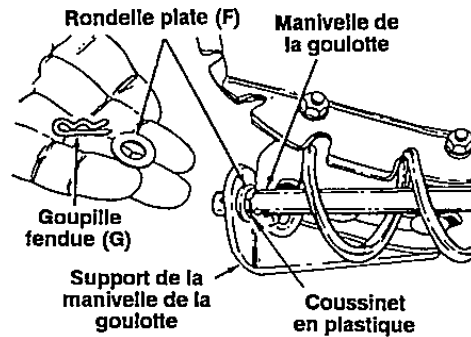

FIGURE 9
sur le support de la goulotte. Voir la figure 9. Remettez la rondelle plate (F) et maintenez-la avec la goupille fendue (G).
5. Les écrous à six pans du support de la manivelle de la goulotte étant desserrés, ajustez celui-ci (voir la figure 9) de manière que la partie hélicoïdale de la manivelle s'engrène bien avec les dents de la goulotte. Serrez les écrous sur le support de la manivelle. Serrez les écrous à six pans sur le boulon à oeil du tableau de commande.